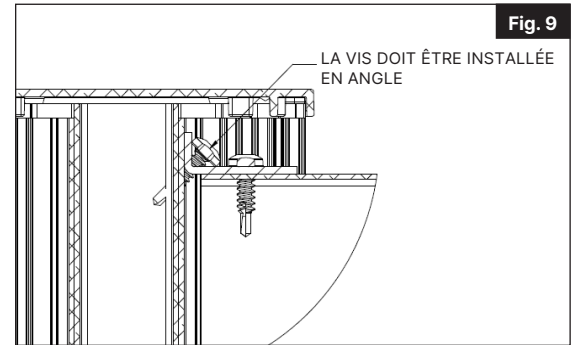

Fig. 9
Sur le dessus de la dernière lame, placez le petit support en L contre le renfort de poteau et, à l'aide des vis no 10 de 19 mm (3/4 po) fournies, fixez le support à la lame. Vissez ensuite le support au renfort de poteau à un angle de 45 degrés (Fig. 9).
9. Appliquez du silicone sous le capuchon, puis installez celui-ci sur le dessus du poteau. Appuyez sur le capuchon jusqu'à ce qu'il soit bien en place (Fig. 9).